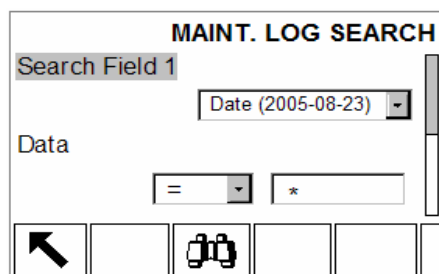

图 C-10: 维护日志搜索窗口
2. 按查看软键  , 进入日志维护查找屏幕(图 C-10)。